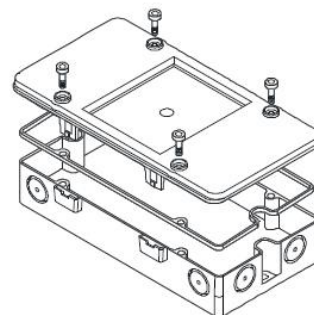

Fig. 11
- Insira a vedação e fixe a tampa com mais quatro parafusos (Fig. 11) (somente assim se garante a proteção de IP65).